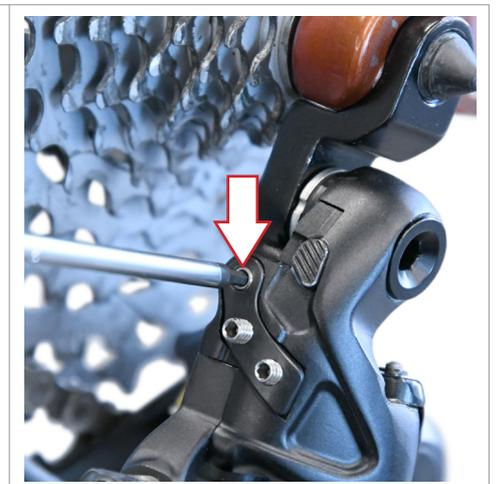

Abb.20
- Auf die Schraube (Abb. 20) der Schaltwerkposition einwirken.